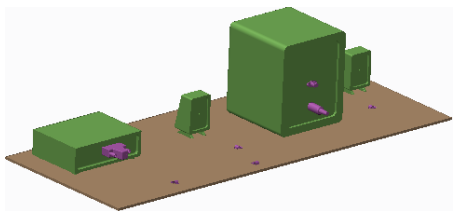

图 17.2.2 装配模型
Step1. 设置工作目录至 D:\creo1\ch17\ch17.02\ex，打开文件 electric_power.asm，如图 17.2.2 所示。